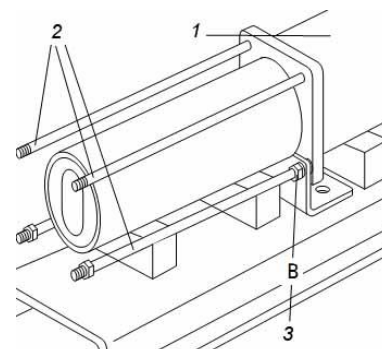

Рис.8
7. Корпус насосного агрегата 1 подпереть брусками. Расслабить шестигранные гайки 3 и вывинтить шпильки 2 (рис.8).